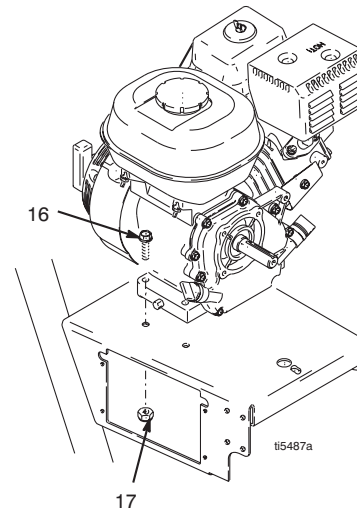

FIG. 13
3. FIG. 13. Saque las dos contratuercas (17) y los tornillos (16) de la base del motor.
2. FIG. 13. Instale los dos tornillos (16) en la base del motor y sujételo con las dos contratuercas (17). Apriete a un par de 26 ft-lb (22.6 N·m).
- Fig. 13. Retire los dos tornillos (71) y bascule hacia abajo la tapa (130a).